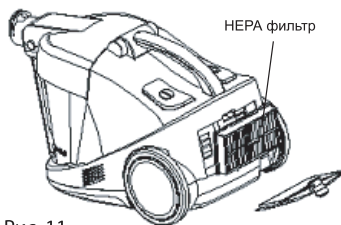

Рис. 11
2. Извлеките HEPA фильтр (Рис. 11).